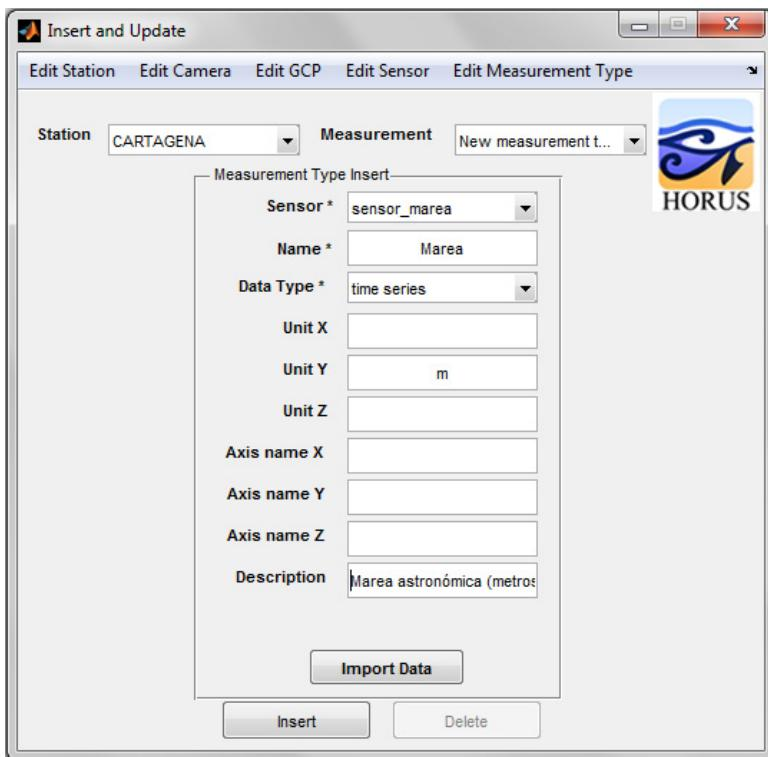

Figura 12.2: Interfaz diligenciada con el tipo de medición
*marea.mat* que se encuentra en el directorio *examples* (tener en cuenta que se debe habilitar la opción de visualizar archivos MAT o todos los archivos, ya que por defecto se visualizan archivos XLS). La estructura de este archivo depende del tipo de datos, si es una serie de tiempo el archivo en Excel debe contener dos columnas la primera con la fecha en formato `datenum` de Matlab y en la segunda columna el valor. Si es un archivo MAT, se debe de tener en cuenta que éste sólo puede tener una matriz que tendrá igualmente dos columnas, en la primera la fecha en formato `datenum` y en la segunda, el valor para esa fecha. Si el tipo de datos es matriz, el archivo en Excel o el MAT debe contener en la primera columna los valores de  $X$ , en la segunda columna los valores de  $Y$ , y en la tercera los valores de  $Z$ . En la figura 12.2 se muestra la interfaz diligenciada. Después de haber seleccionado el archivo, se presiona el botón *Insert* para almacenar toda la información en la base de datos. Esta inserción puede tardar unos segundos dependiendo de la cantidad de datos a insertar.